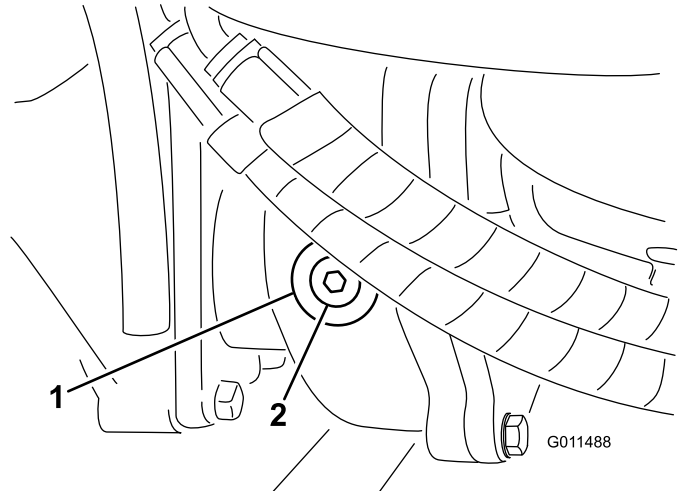

Рисунок 85
- Снимите пробку контрольного/заливного отверстия с левой стороны редуктора и убедитесь, что масло доходит до нижней кромки отверстия (**Рисунок 85**).